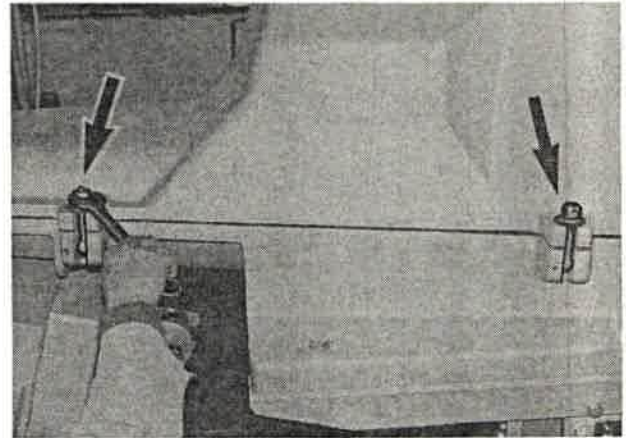

Bild 202
2.4 Vordere Schwenkschrauben (Bild 202/ Pfeile) lösen und nach unten schwenken.